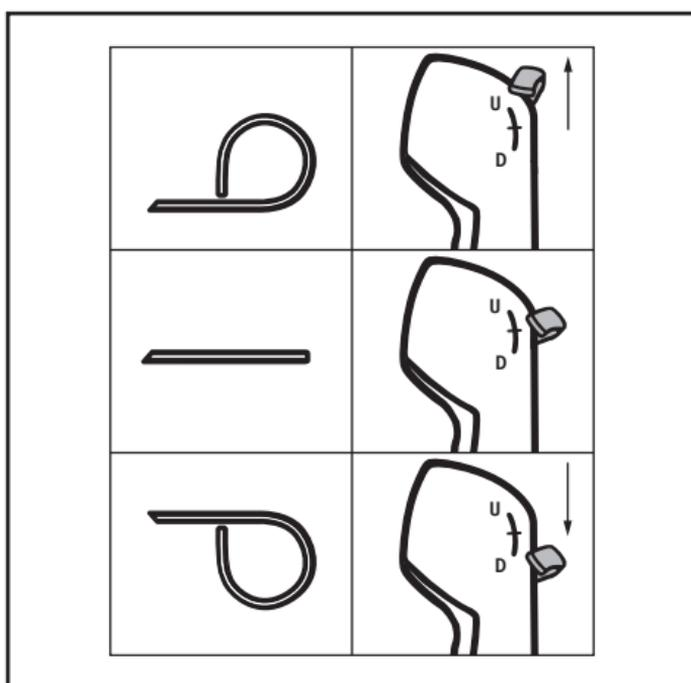
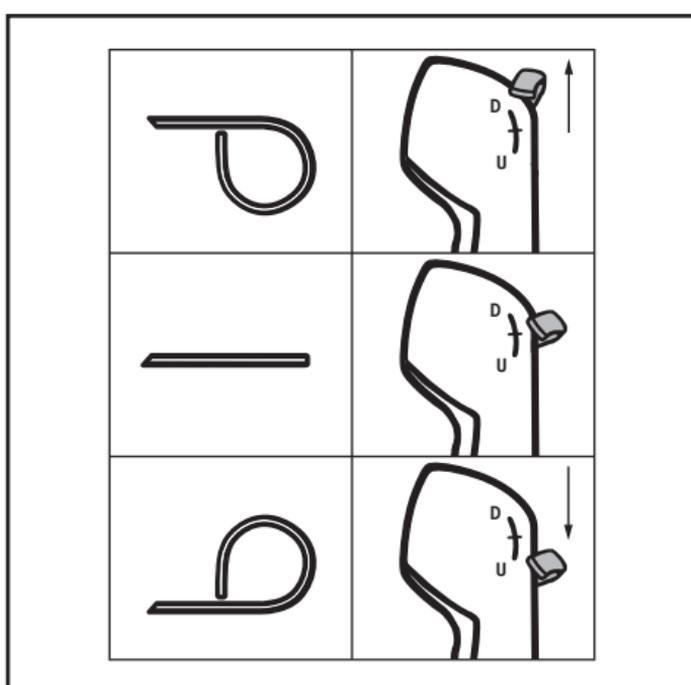

Figure 3. Déflexion standard
Figure 4. Déflexion inversée
- **Section articulée** : la section courbée est la partie du corps flexible qui peut être courbée à l'aide du levier d'articulation. Il s'agit de la partie la plus radio-opaque de l'urétéroscope. Le contrôle de l'articulation peut être standard (figure 3) ou inversé (figure 4) selon le modèle utilisé.